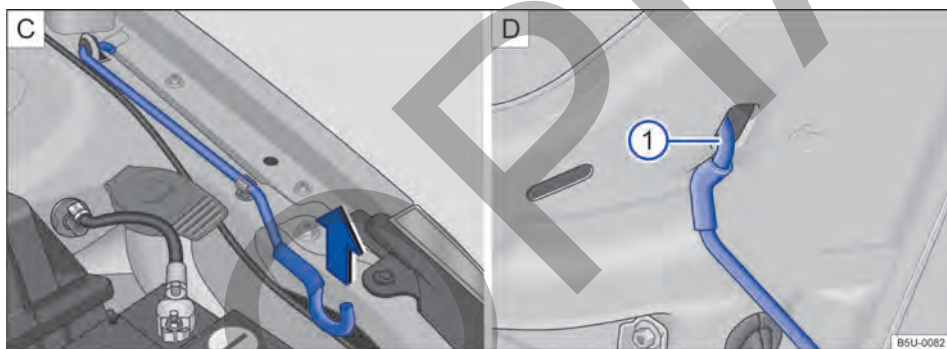

Fig. 171 C) Varilla de sujeción de la tapa del compartimento del motor. D) Tapa del compartimento del motor apoyada en la varilla de sujeción.
- Retirar la varilla de sujeción del soporte en el sentido de la flecha → fig. 171 C) y colocarla en la abertura de la tapa del compartimento del motor → fig. 171 ① D).
- Retirar la varilla de sujeción del orificio → fig. 171 ① D) y encajarla en el soporte del cierre → fig. 171 C).